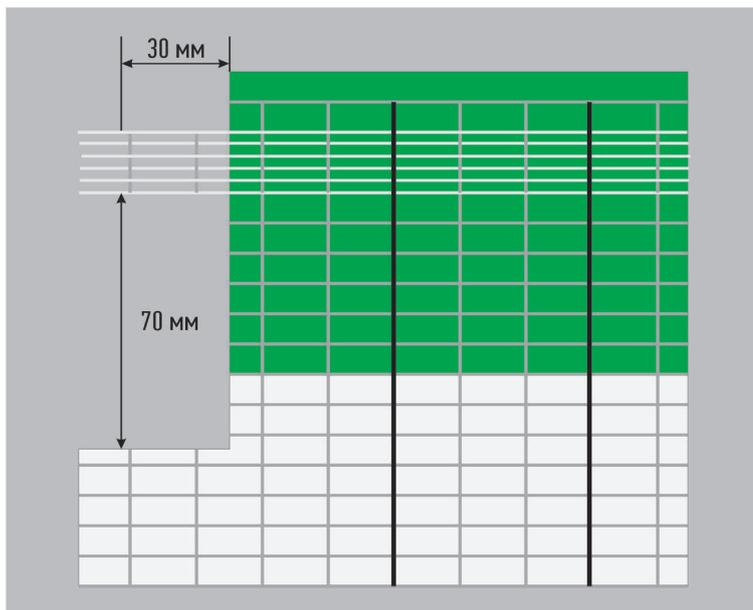

Рис. 1
2. Подготовьте полотно: снимите защитную пленку в местах присоединения проводов, для этого надо прорезать полотно вдоль серебряной шины с двух сторон на глубину 3 см, приподнять полосы пленки над шиной и отрезать их ножницами или ножом (следите за тем, чтобы режущий инструмент не повредил шину) и очистить шину от обрезков нагревательного элемента и сетки (см. рис. 1).